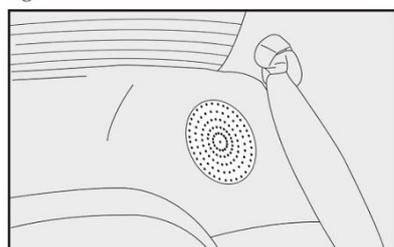
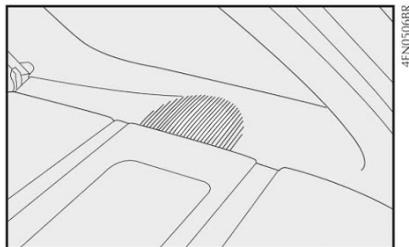

fig. 137
fig. 139
- alto-falantes traseiros coaxiais fig. 137 (Siena) e fig. 139 (Palio Weekend).